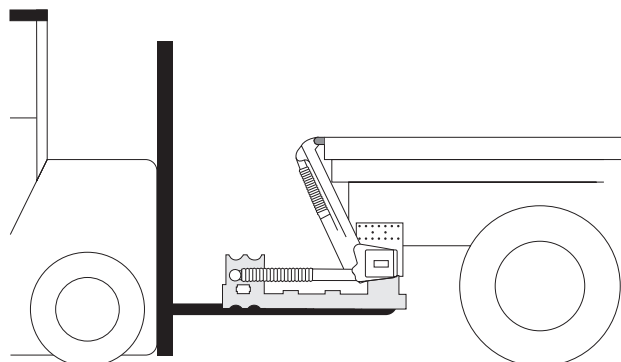

Bild 28. Använd lyftens emballage och en truck
6. Lyftstommen bör placeras så högt som möjligt inom angivna C-mått. Justera stommen till idealhöjd under ramen. Använd lyftens emballage och en truck, Se Bild 28. Stommen ska placeras parallellt mot påbyggnationens golv och får inte ligga an mot fordonets ram, det måste finnas några millimeter spel. Vid behov, justera armarnas vinkel genom att försiktigt köra lyften.